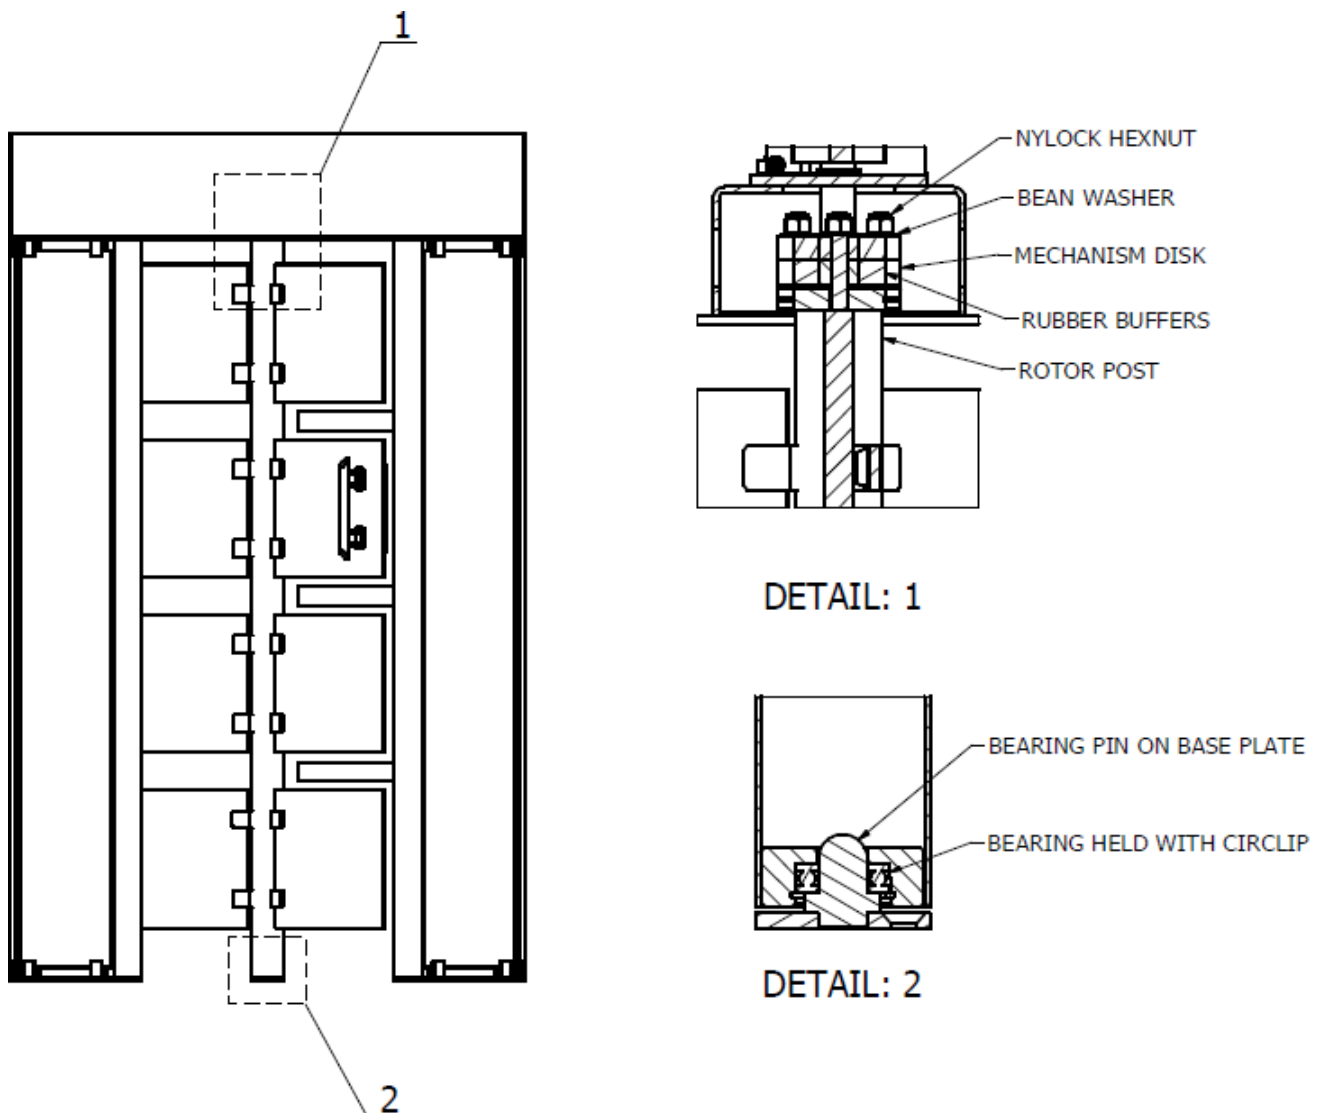

Abbildung 20: Platzierung der Teile für die Rotorbaugruppe
8.5.7. Platzieren Sie die Unterlegscheiben über den Gummipuffern auf den Bolzen und platzieren Sie die Nylock-Sechskantmuttern über den Unterlegscheiben auf den Bolzen. Siehe **Abbildung 20: Platzierung der Teile für die Rotormontage**.